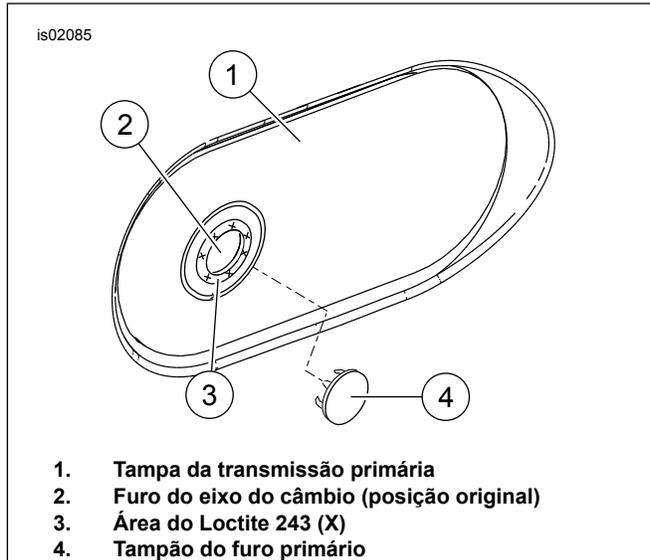

Figura 3. Instalação do tampão externo da tampa
16. Veja Figura 3. Limpe a área ao redor do furo da tampa da transmissão primária (2), removendo toda a sujeira, óleo e graxa. Aplique Loctite 243 (Harley-Davidson peça N.º 99642-97) ao redor da abertura (3). Insira o tampão do furo primário (4) na abertura. Remova qualquer excesso de adesivo da superfície. Deixe o Loctite curar por 24 horas antes de operar o veículo.